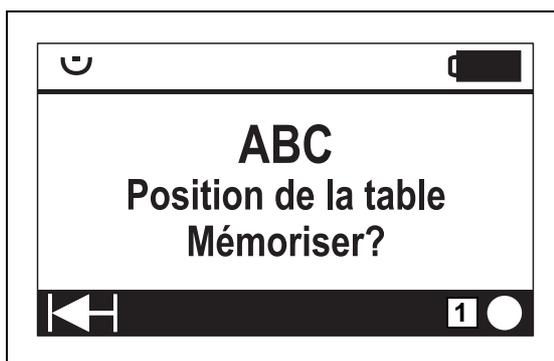

Fig. 85 : Enregistrer un positionnement
- Enregistrer la position (7) (►► Fig. 85),